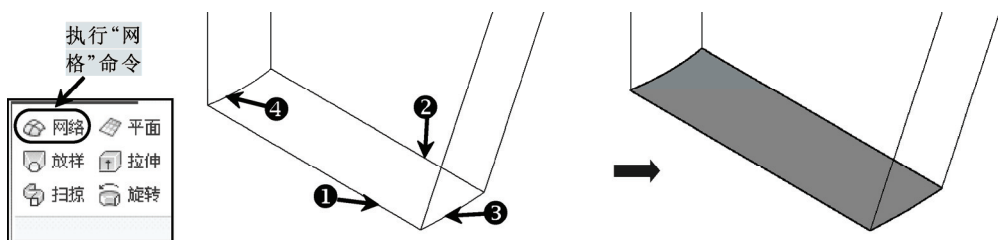

图 14-34 网络曲面操作 1
19) 单击“曲面”选项卡, 在“创建”面板中单击“网络”工具按钮, 提示沿第一个方向的曲线或曲面边, 单击图中线 1, 线 2, 确定, 提示沿第二个方向的曲线或曲面边, 单击图中线 3, 线 4, 确定, 网络曲面绘制完成, 如图 14-34 所示。